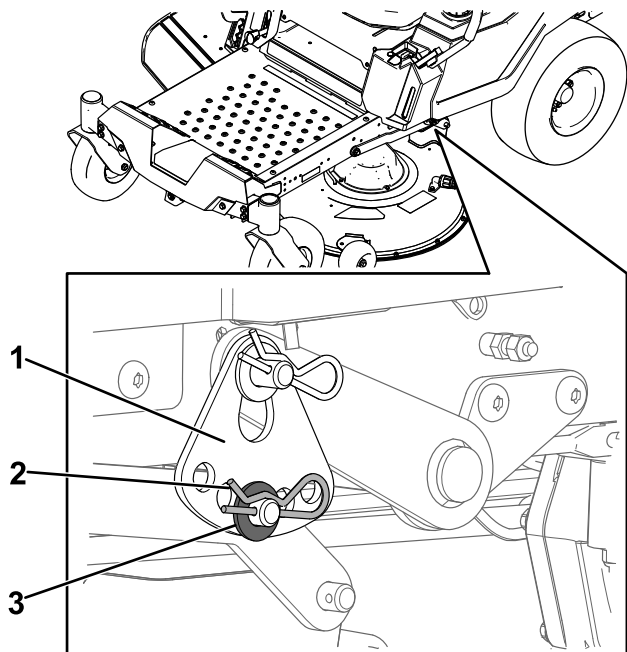

Figuur 68
4. Plaats 2 blokjes met een dikte van 6,6 cm onder elke kant van de voorste rand van het maaidek, maar niet onder de beugels van de antiscalpeerrollen (Figuur 68).
5. Plaats 2 blokjes met een dikte van 7,3 cm onder de achterste rand van de maaikast, één blokje aan elke kant van het maaidek (Figuur 68).